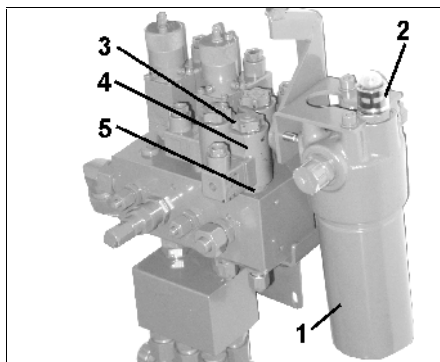

Fig. 58
Hydraulikfilterets (Fig. 58/1) funktion kan kontrolleres på styreblokken under arbejdet.
Viser i kontrolglasset (Fig. 58/2):
- Magnetkappen (Fig. 58/3) skrues af
- Magnetspolen (Fig. 58/4) afmonteres
- Ventilstangen (Fig. 58/5) drejes ud sammen med ventilsædet og rengøres med trykluft eller hydraulikolie.